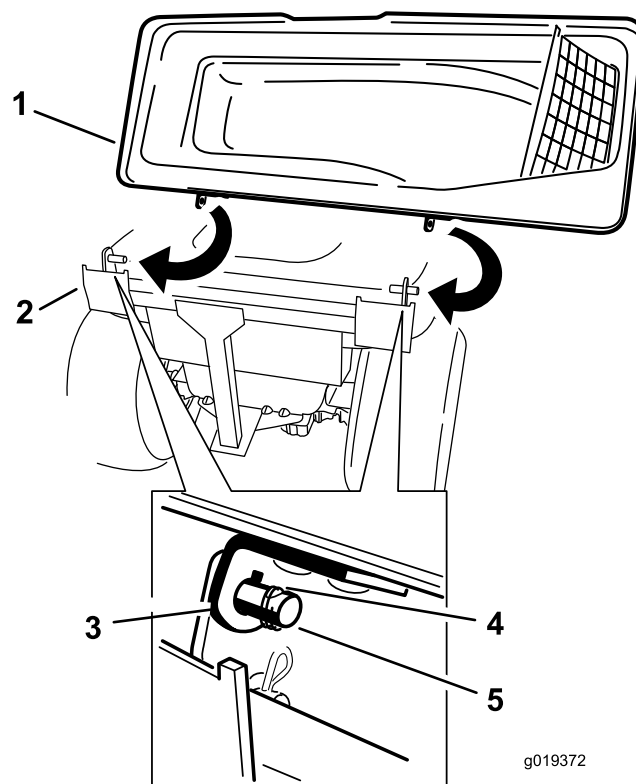

Figure 7
3. Montez le couvercle du collecteur sur les montants du cadre du collecteur (Figure 7). Glissez les supports sur les montants et tournez les goupilles fendues rondes dans les montants.